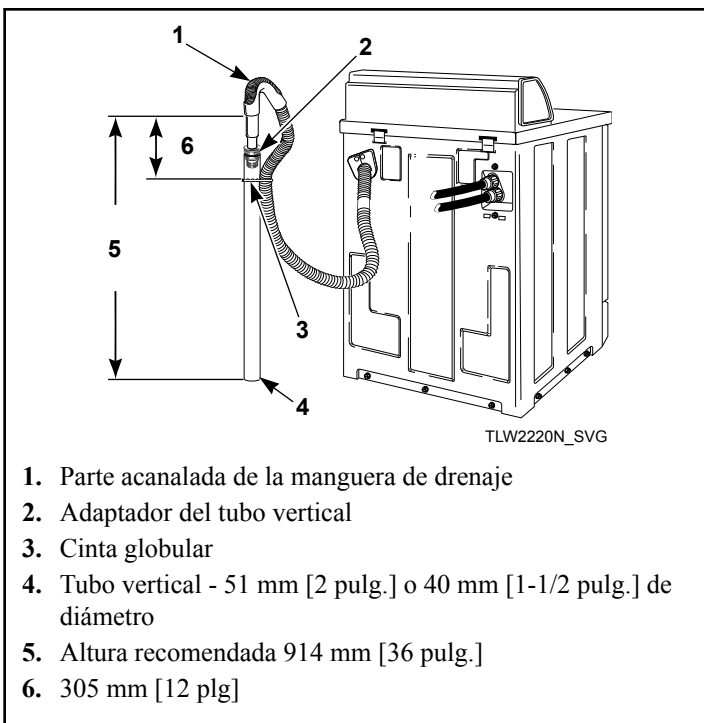

Figura 5
3. Quite la cinta globular de la bolsa de accesorios y colóquela alrededor del tubo vertical y la manguera de drenaje, aproximadamente 300 mm [12 pulgadas] hacia abajo desde la parte superior del tubo. Consulte la *Figura 5*.